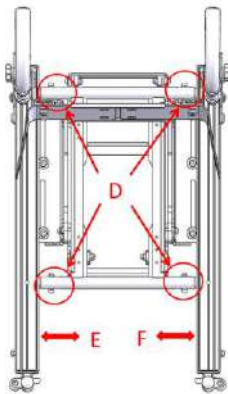

Figura 5-81
- Use una llave Allen número 5 para retirar los tornillos D. Mueva la parte E y F hacia adentro/afuera para ajustar el ancho del asiento atendiendo a las necesidades del usuario. vuelva a apretar los tornillos. (Figura 5-81).